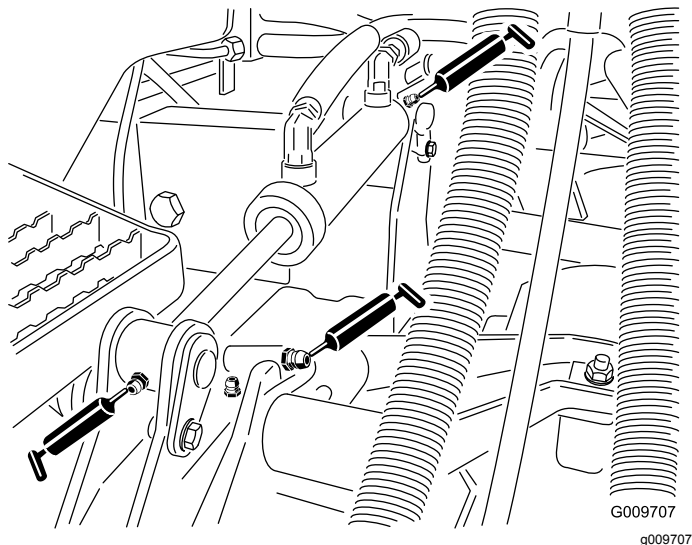

Figure 22
- Bagues de bras de relevage (1 par plateau) (Figure 22).
- Bagues de vérin de relevage (2 par plateau) (Figure 22).